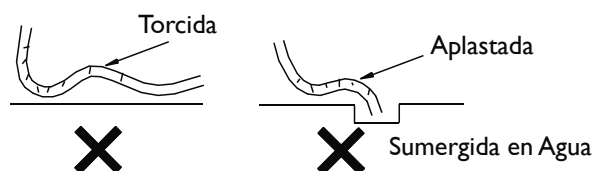

Fig. 2-III – Instalaciones Incorrectas
- Evite deformar la línea de drenaje restringiendo su área de flujo. Asegúrese que el extremo de la línea de drenaje no está sumergida en agua (Fig. 2-III).